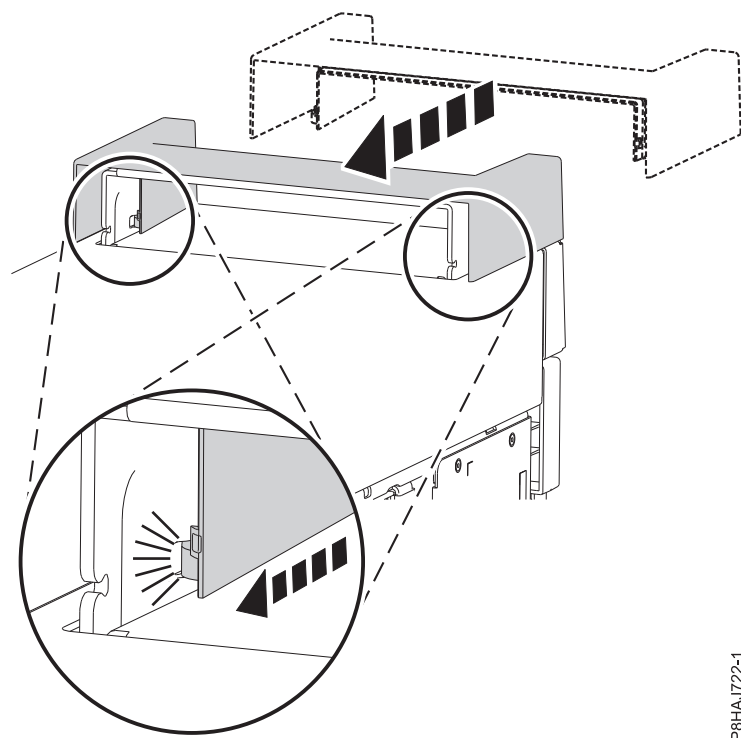

Figura 19. Fijación de la tapa de asa en un sistema 8286-41A autónomo
1. Fije la tapa de asa en la estación de acoplamiento RDX interna (FC EUA3) deslizando hacia la parte posterior del sistema. Consulte la Figura 19.